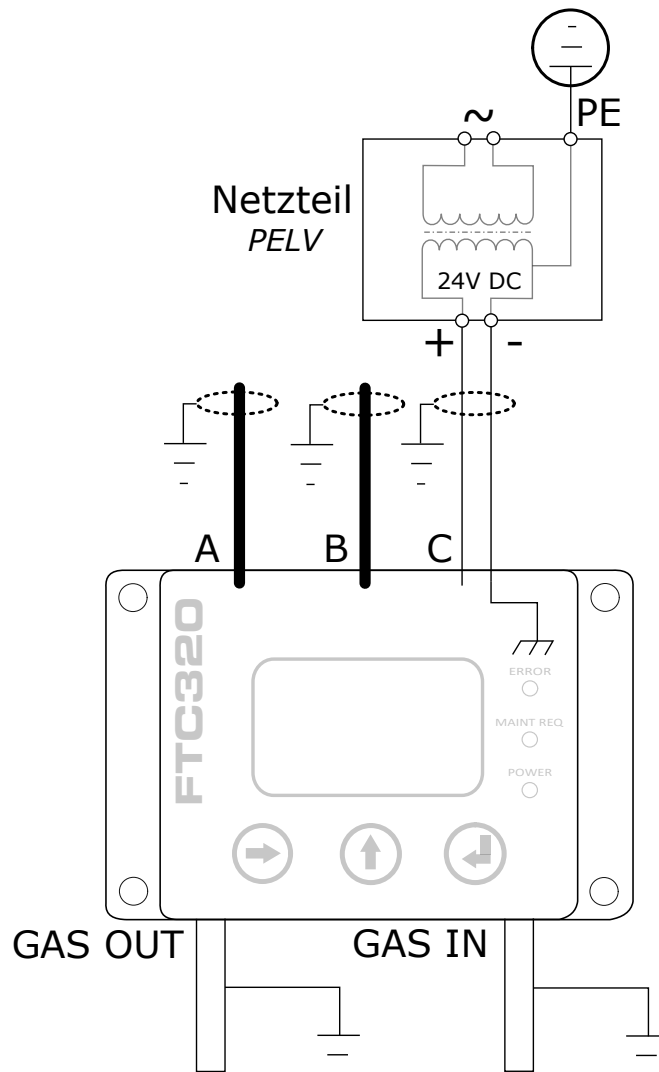

Abbildung 3.3: Erdung des FTC320
Um die EN 60204-1 zu erfüllen und die Funktion Ihres Gerätes zu gewährleisten, muss das Gerät so installiert werden, dass GND auf der Niederspannungsseite Ihres 24-V-Netzteils mit Schutzterde (PE) verbunden ist, siehe Abbildung 3.3. Einige Netzteile sind intern bereits derart verdrahtet.